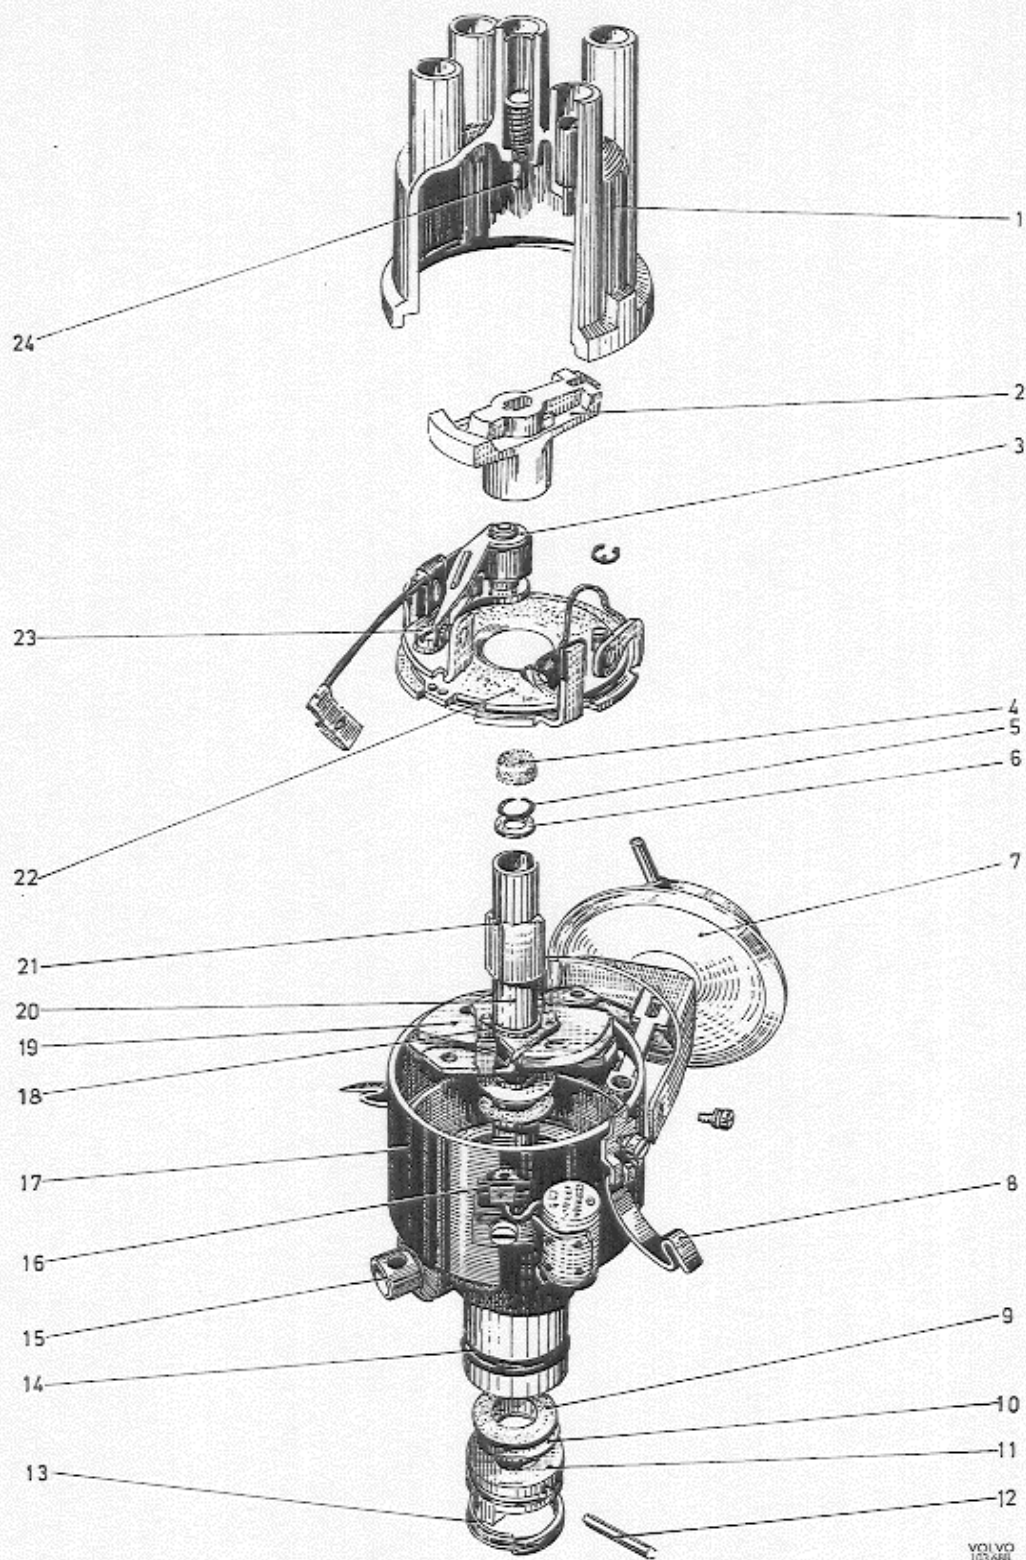
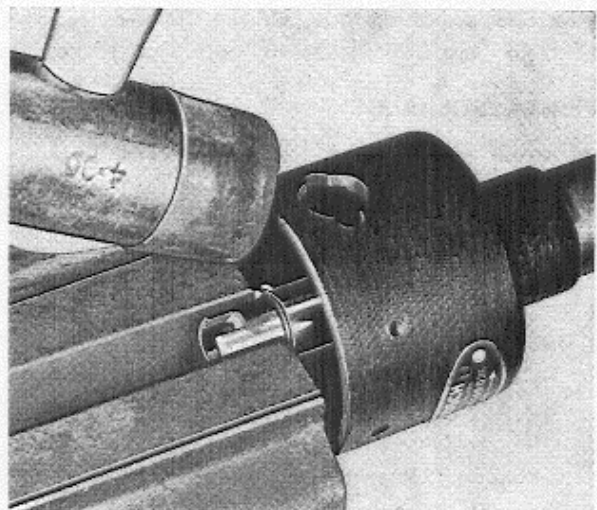

Abb. 96 Zündverteiler B 20 B
Abb. 99 Ausbau des Sicherungsringes
3. Federn zum Fliehkraftversteller lösen. Kennzeichnen, wie der Unterbrechernocken im Verhältnis zur Verteilerwelle angebracht ist. Unterbrechernocken in einem Schraubstock mit weichen Backen festspannen. Mit einem Kunststoffhammer vorsichtig auf das Verteilergehäuse schlagen (Abb. 99), bis der Sicherungsring (5, Abb. 96) sich löst.